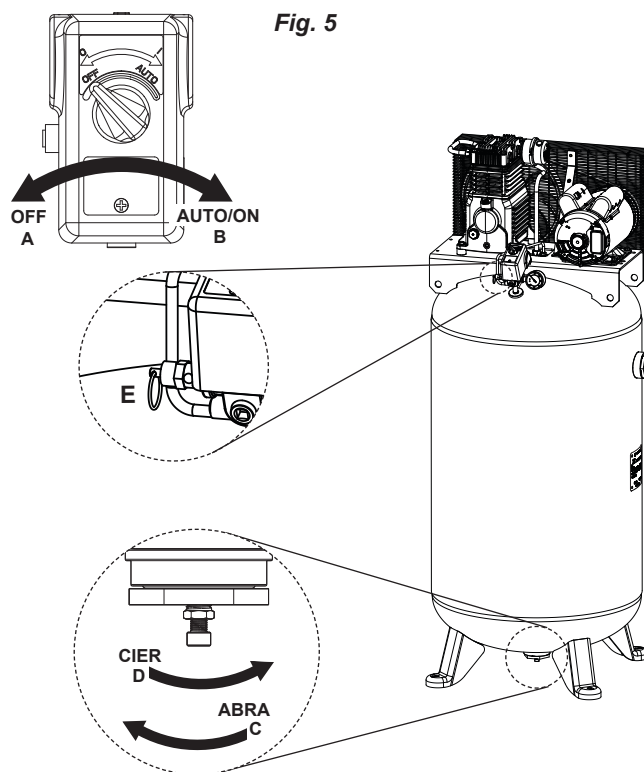

Fig. 5
Vacíe la humedad presente en el tanque (para conocer las instrucciones, consulte "Parada" en la sección de instrucciones de funcionamiento, Vea Fig. 5, Página 33).
1. Mueva la palanca AUTO/OFF a la posición "OFF", desconectar el suministro eléctrico, y liberar toda presión de aire dentro del tanque (Vea Fig. 5 A, Página 33).
1. Active off el interruptor principal de alimentación y purgue todo el aire del depósito (Vea Fig. 5, Página 32 "Parada" en la sección de Instrucciones operativas). Asegúrese de que el compresor se ha enfriado antes de repararlo.